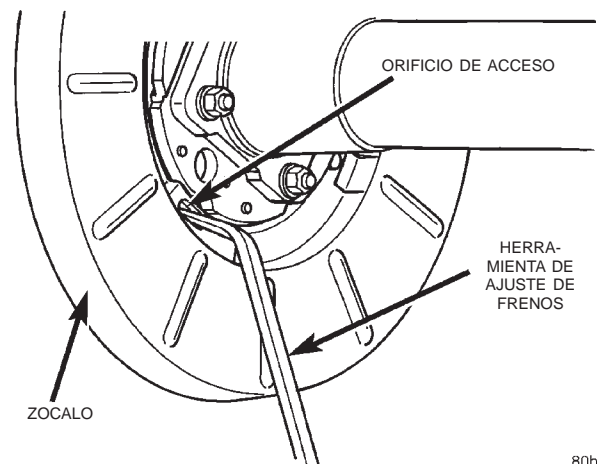

Fig. 83 Ajuste de la zapata de freno de estacionamiento
- (1) Retire los conjuntos de ruedas y neumáticos.
- (2) Asegure el rotor con dos tuercas de rueda.
- (3) Retire el tapón de goma de acceso de la parte posterior del zócalo.
- (4) Inserte la herramienta para frenos a través del orificio de acceso en el zócalo (Fig. 83). Coloque la herramienta en la parte inferior de la rueda estrellada.